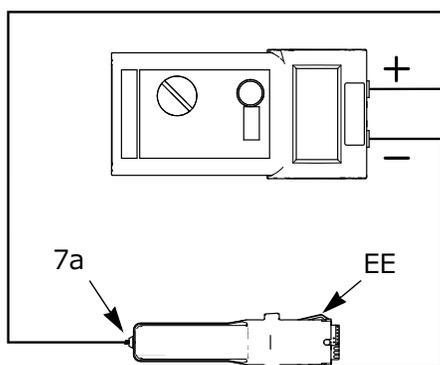

図 15. 電源の抵抗のテスト
1. 電源 (7) を取り外します。**電源の取り外しと交換** ページ 37 を参照してください。
2. 電源からタービン (8) を取り外します。**タービンの取り外しと交換** ページ 38 を参照してください。
3. 電源の接地ストリップ (EE) とスプリング (7a) 間の抵抗を測定します。85kV ガンの抵抗は 130 ~ 160 メガオームになるはずですが。図 15 を参照してください。